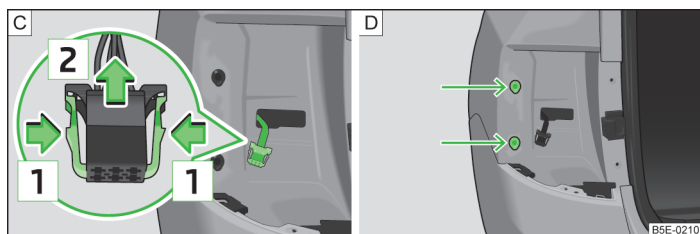

Fig. 234 Connettore a spina delle luci / Montaggio delle luci
- Premere l'uno contro l'altro i due bloccaggi in corrispondenza della spina, nella direzione indicata dalla freccia [1] » fig. 234 - [C].
- Inserire le luci negli alloggiamenti della carrozzeria » fig. 234 - [D].